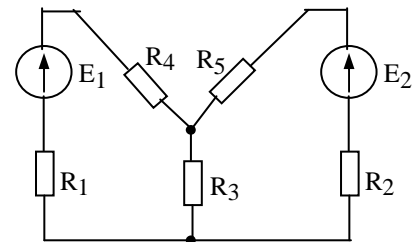

Рис.1.4.4
1.4.4. Используя метод эквивалентного генератора, определить ток в ветви с сопротивлением R_3 (рисунок 1.4.4), если $E_1=50$ В, $E_2=100$ В, $R_1=5$ Ом, $R_2=10$ Ом, $R_3=8$ Ом, $R_4=15$ Ом, $R_5=20$ Ом.